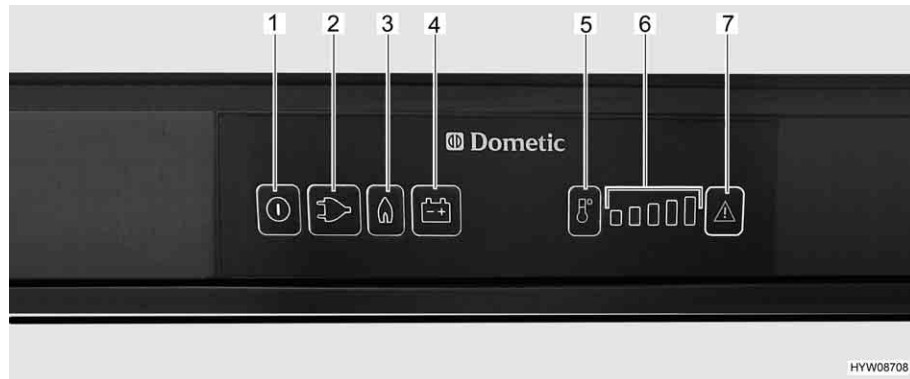

Fig. 148 Boutons de commande pour le réfrigérateur (Dometic Série 8 avec SMSE)
- Appuyer sur la touche Marche/Arrêt (Fig. 148,1) pendant env. 2 secondes. Le réfrigérateur s'allume. La touche du dernier mode de fonctionnement sélectionné s'allume.
- Appuyer si nécessaire sur la touche du mode de fonctionnement "Gaz" (Fig. 148,3). La touche s'allume. L'arrivée de gaz est ouverte. L'allumage s'effectue de manière automatique. Un tic-tac est distinctement perceptible jusqu'à ce que la procédure d'allumage soit effectuée avec succès.
- Régler la température de réfrigération avec la touche de sélection du degré de température (Fig. 148,5).
- Appuyer si nécessaire sur la touche "230 V" (Fig. 148,2). La touche s'allume.
- Appuyer si nécessaire sur la touche de mode de fonctionnement "12 V" (Fig. 148,4). La touche s'allume.